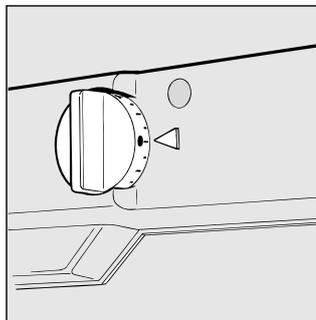

Fig. 3
- Ist die Eisschicht stärker als 5 mm muß abgetaut werden. Stellen Sie hierzu den Temperaturregler "A" auf das Symbol ● (Abb. 3); umwickeln Sie die tiefgekühlten Nahrungsmittel mit Zeitungspapier und lagern Sie diese im Kühlraum oder an einem kühlen Ort. Lassen Sie die Tür bis zum völligen Abtauen der Reifschicht offenstehen; zur Beschleunigung kann eine Schale mit lauwarmem Wasser in das Fach gestellt werden.